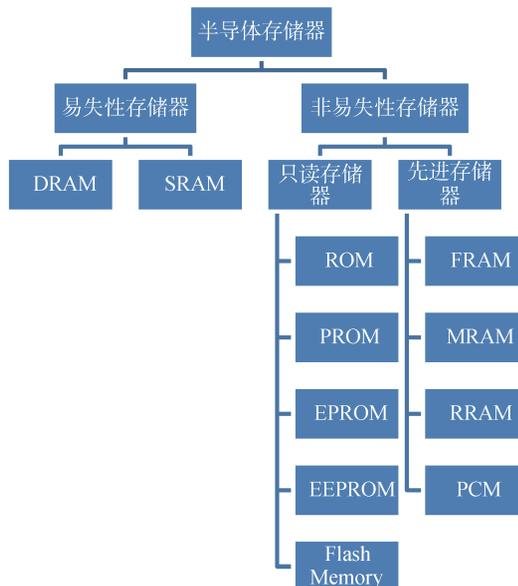

图 34 存储器家族
半导体存储器已经繁衍成一个庞大家族，如图 34 所示。半导体存储器按功能分有①只读存储器 (ROM)：存储的内容是固定不变的，只能读出而不能写入的半导体存储器。②随机读写存储器 (RAM)：既能读出又能写入的半导体存储器。